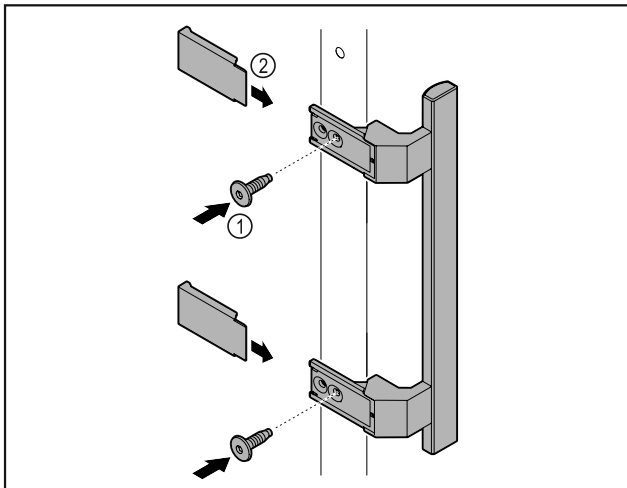

Fig. 7
- ▶ Установите на двери ручку из набора принадлежностей, используя прилагающиеся винты Fig. 7 (1).
- ▶ Установите крышку Fig. 7 (2).